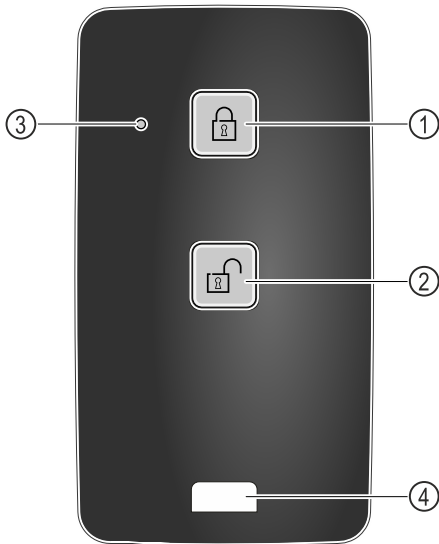

Fig. 219
- (1) Lukon lukitseminen (3) Tila-LED
(2) Lukon avaaminen (4) Kiinnityssilmukka
- ▶ Paina kaukosäätimen painiketta Fig. 219 (1).
- ▶ Paina kaukosäätimen painiketta Fig. 219 (2).
- ▶ Tila-LED Fig. 219 (3) antaa painiketta painettaessa optisen palautteen.
- ▶ Silmukka Fig. 219 (4) kaukosäätimen kiinnittämiseen, esimerkiksi avainnippuun.